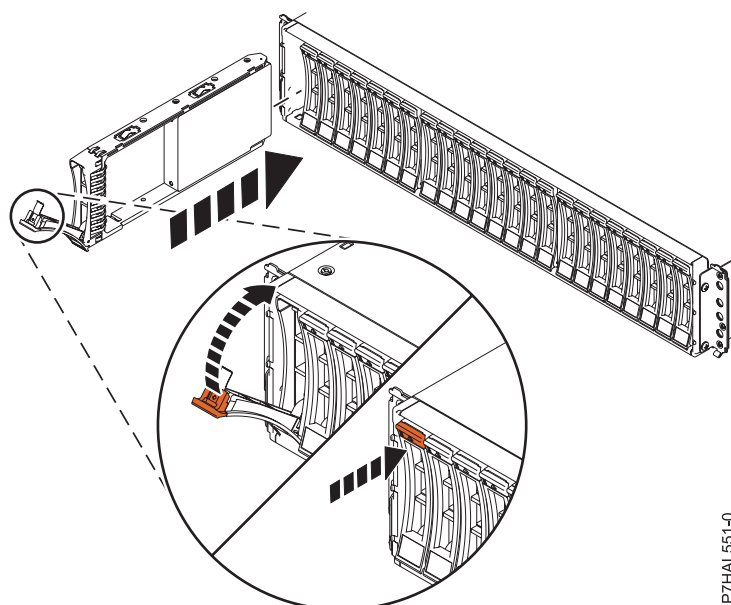

Figure 2. Installation de l'unité de disque dans le boîtier d'unité de disque 58/87
1. Avec la poignée en position déverrouillée (voir figure 2, à la page 9) maintenez l'unité par le dessous pour l'aligner avec les rails de guidage dans l'unité d'extension.